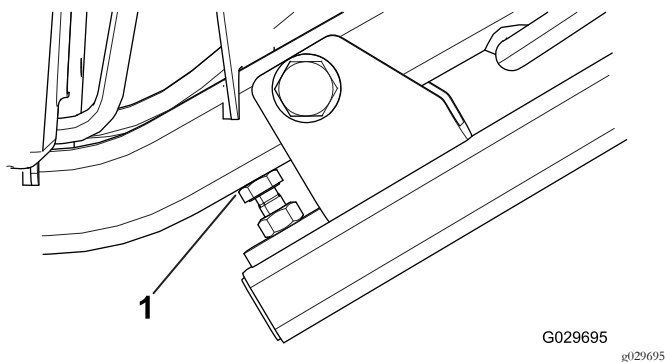

Figura 2
4. Ajuste o para-choques de forma a que fique paralelo com a estrutura e eleve o parafuso de ajuste até que fique em contacto com a estrutura e, então, prenda-o com a porca de retenção (Figura 2).